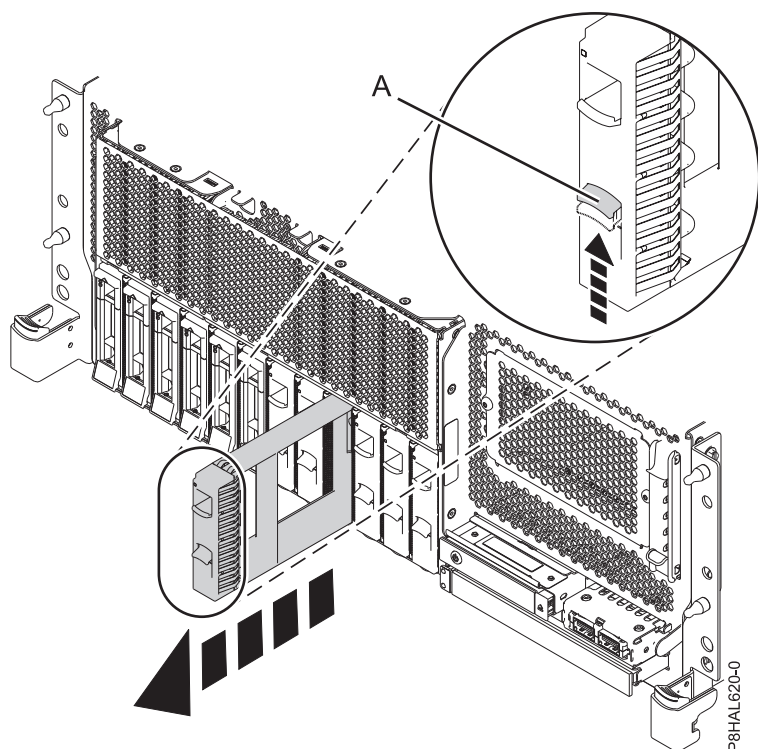

Figura 133. Remover um enchimento de uma unidade de disco num sistema de função base montado em bastidor
3. Empurre o trinco (A) da pega na direcção mostrada na Figura 133, Figura 134 na página 149, Figura 135 na página 150 e na Figura 136 na página 151.